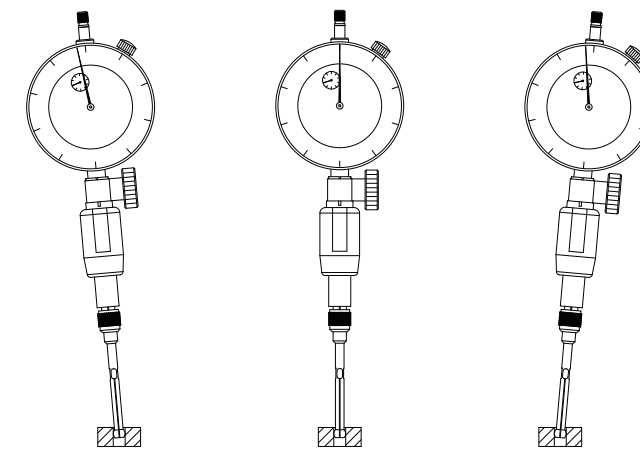

fig.2
(2) Seleccione un calibre de anillo que sea igual o cercano al diámetro nominal del orificio medido para calibrar el punto cero, coloque el calibre de diámetro interior en el calibre de anillo de calibración, gire el calibre de diámetro interior según la fig. 2, busque el 'punto de inflexión' del indicador (el valor máximo del indicador de cuadrante), ajuste el indicador de cuadrante de modo que la línea '0' coincida con el 'punto de inflexión' del indicador.